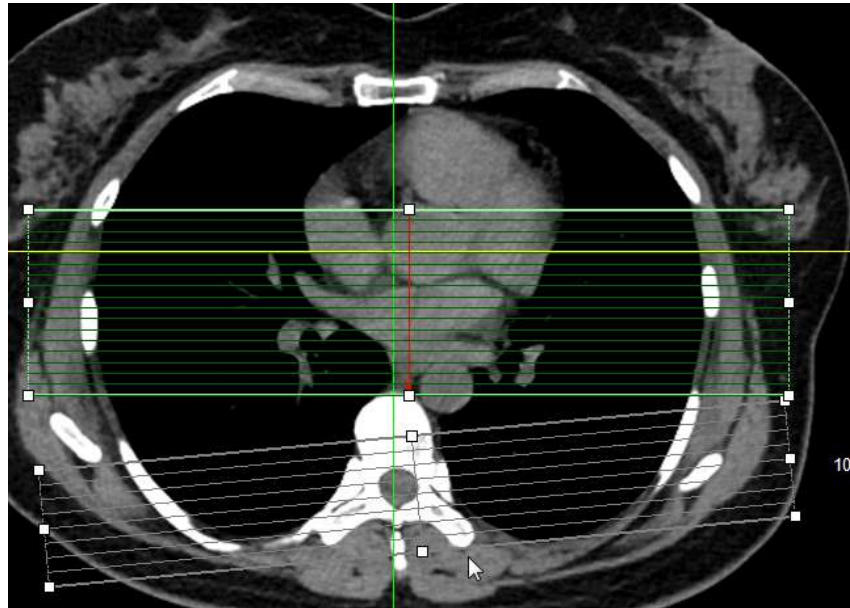

Рисунок7-4 Диапазон обработки MPR-партии
6. Вы можете настроить начальную плоскость, конечную плоскость и угол наклона среза изображения на целевом изображении. Эта система поддерживает управление несколькими прямоугольными кадрами MPR, что означает, что можно создавать отдельные срезы одним и тем же разведывательным изображением. Просьба обратиться к Рисунок7-4.